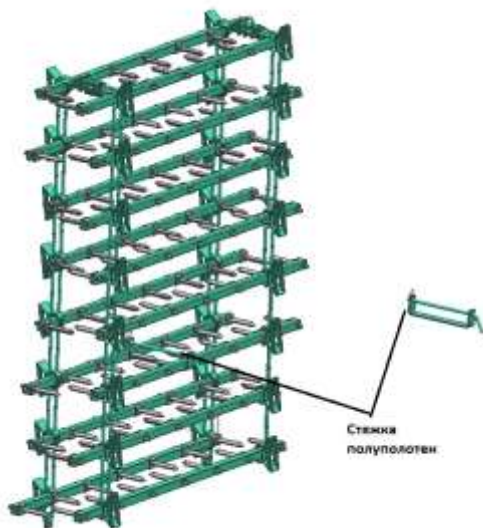

Рисунок 9 – Установка стяжек на полотна бороны в транспортном положении
- зафиксировать полуполотна на крыльях и центральной секции стяжками захватив ими растяжки крыльев и открылков (рис. 9).